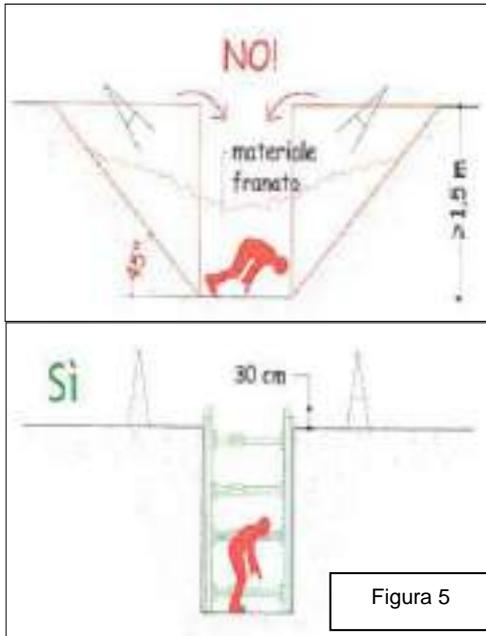

Figura 5
- Le tavole di rivestimento delle pareti dello scavo devono sporgere dai bordi di almeno 30 cm (Figura 5);